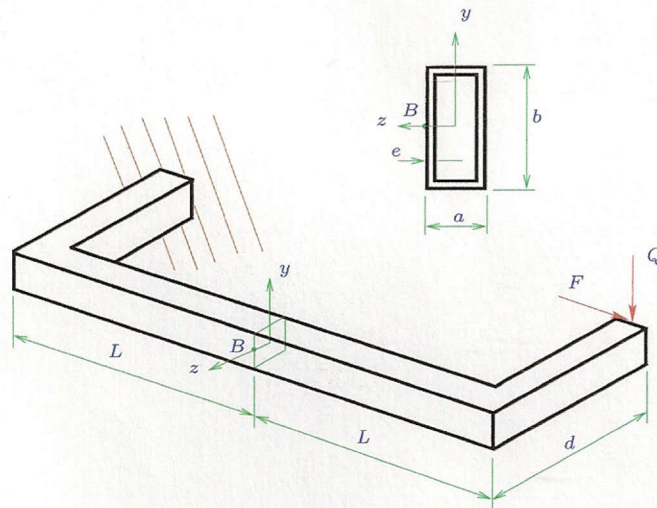

Figura 1: Pieza de teleférico
1. En la Figura 1 tenemos una vista 3D de una pieza que forma parte del mecanismo de un teleférico. Para aprovechar la simetría de la geometría y de la manera como originalmente se aplican las cargas, se asume que el extremo izquierdo está empotrado, en tanto el extremo derecho está bajo el efecto de una fuerza F en el sentido del eje x y una fuerza Q en el sentido del eje y . En la figura central tenemos una vista ampliada de la sección de la viga en el plano $y - z$.